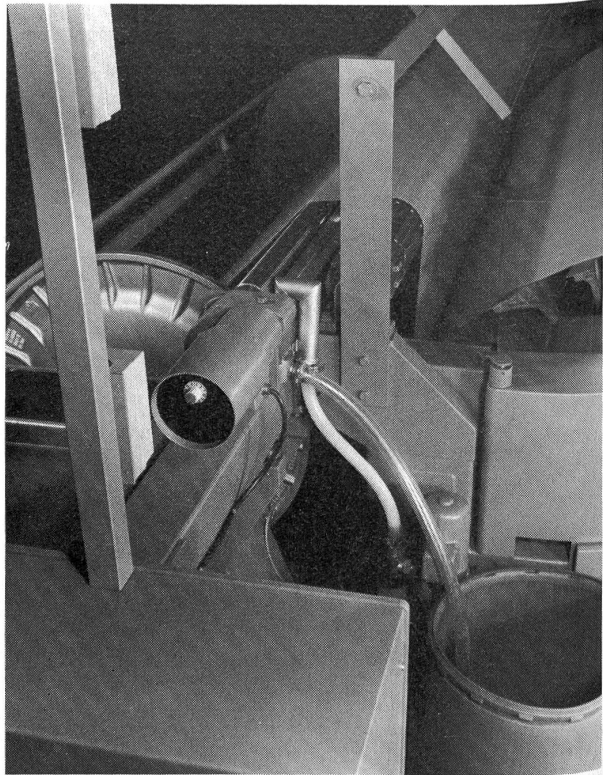

Abbildung 15 Wachsvorrichtung
- Wachsvorrichtung zum Wachsen bestimmter Materialien beim Bäumprozess (Abbildung 15)